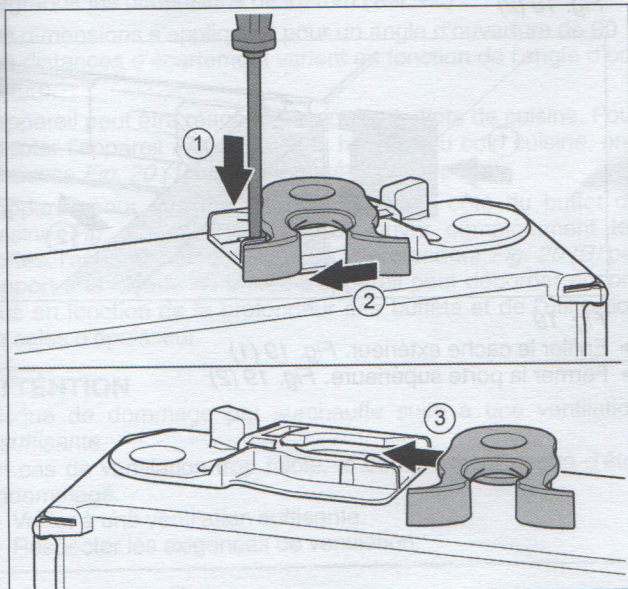

Fig. 14
- Pousser vers le bas la languette avec un tournevis plat. Fig. 14 (1)
- Tirer le crochet de fermeture en dehors du guide. Fig. 14 (2)
- Pousser le crochet de fermeture dans le guide de l'autre côté. Fig. 14 (3)